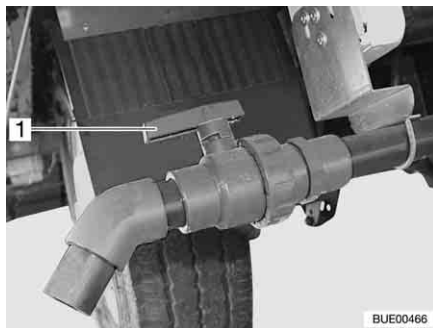

Bild 233 Ablasshahn
- Griff (Bild 233,1) des Ablasshahns in Fließrichtung drehen.